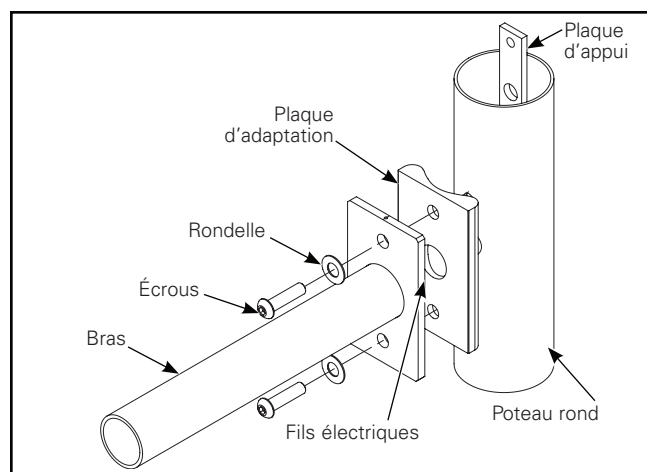

Figure 8.
### Bras droit (Figure 8)
2. Pour les poteaux ronds seulement – Installez la plaque d'adaptation ronde en veillant à ce que la face arrondie soit face au poteau (Figure 8). Alignez les trous supérieurs et inférieurs.